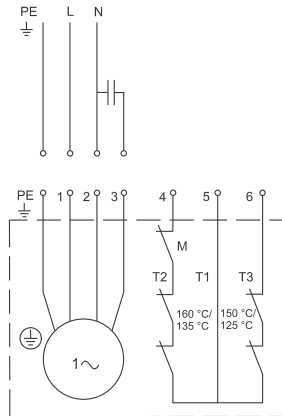

Fig. 2 Koblingsskjema for enfaset pumpe
Se fig. 2 i Vedlegg.
Se fig. 2 eller 3 og installasjons- og bruksanvisningen for den valgte styreenheten eller pumpestyringen.
Hvis rotasjonsretningen er feil, må du bytte to av fasene i motorkabelen. Se fig. 2 eller 3.
4. Hvis rotasjonsretningen er feil, må du bytte to av fasene i motorkabelen. Se fig. 2 eller 3.